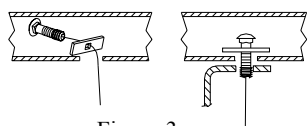

Figura 3.
①	Cant. (6)	Perno hexagonal M12	⑤	Cant. (2)	Bloque 1-1/2 X 2 (bloque pequeño)
②	Cant.(8)	Arandela cónica	⑥	Cant. (2)	Bloque 1-1/2 X 3 (bloque grande)
③	Cant. (4)	Perno de carruaje 1/2-13	⑦	Cant. (2)	Cable de halar
④	Cant.(4)	Tuerca hexagonal 1/2-13
3. Introduzca el perno de carruaje y el bloque grande a través de las ranuras en la base de los largueros del bastidor con el cable de halar, como se muestra en la **Figura 3**